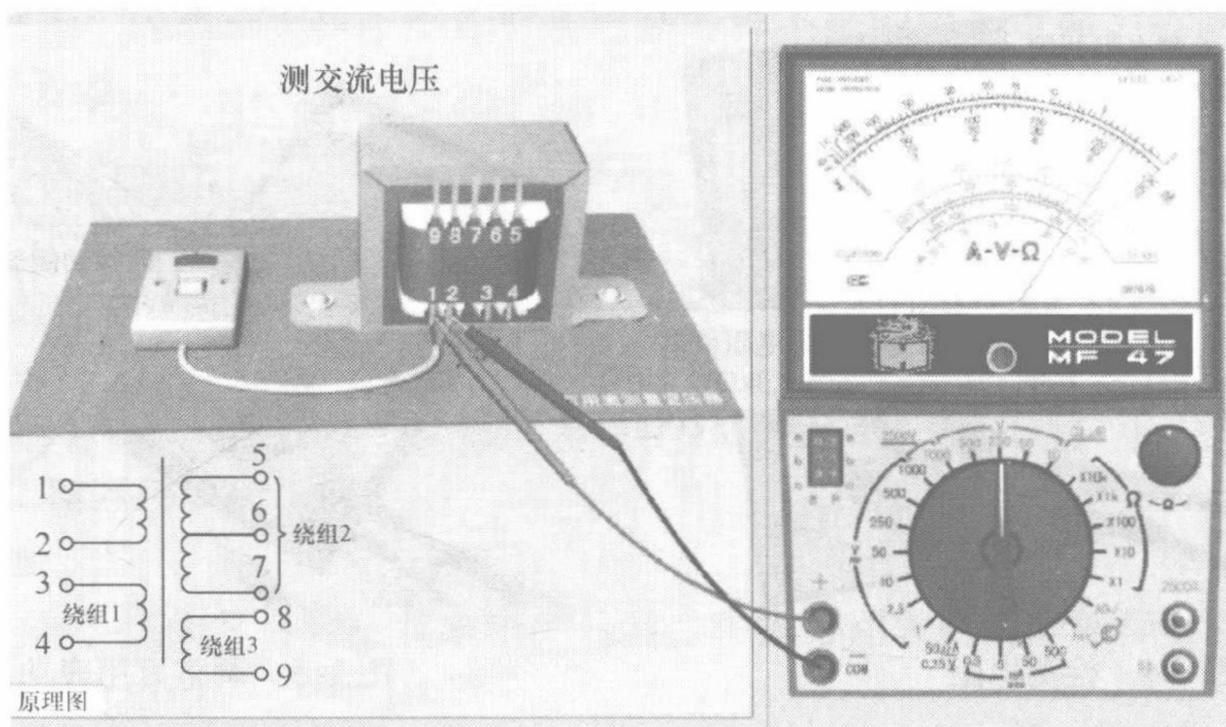

图 1-7 测量交流电压
(1) 选择档位 将万用表的红、黑表笔分别连接到万用表的表笔插孔中，将转换开关转到对应的交流电压最高档位。
(2) 选择量程 若不清楚电压大小，应先用最高电压档测量。图 1-7 所示电路为测量变压器输入市电电压，所以应选用 250V 档。
(3) 测量 用万用表测电压时应使万用表与被测电路并联，打开电源开关，然后将红、黑表笔分别与变压器输入端 1、2 测试点相连接，测量交流电压，如图 1-7 所示。
(4) 读数 仔细观察表盘，交流电压档刻度线是第二条刻度线，用 250V 档时，可用刻度线下第一行数字直接读出被测电压值。注意：读数时视线应正对指针，根据示数大小及所